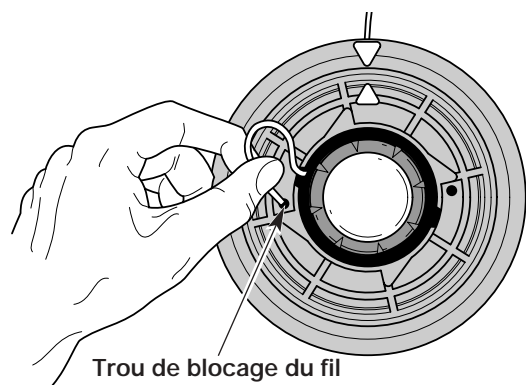

Figure 17
5. Insérez le fil dans le trou de blocage (Fig. 17). N'enfoncez pas le fil de plus de 12,7 mm (1/2 po) dans le trou. S'il est inséré correctement, le fil forme une petite boucle (Fig. 17).